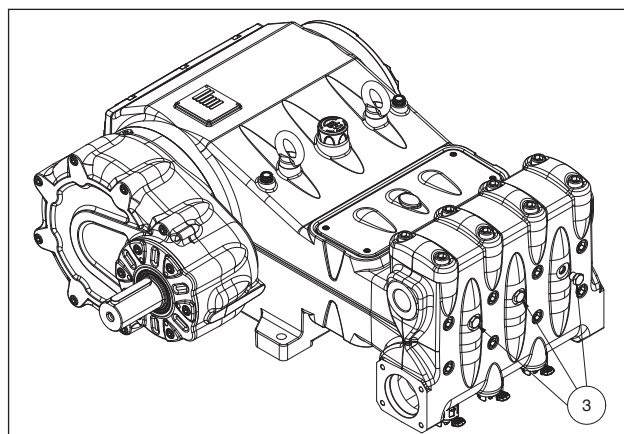

Fig. 11
Qualora si verificassero problemi di adescamento a causa di una insufficiente alimentazione è possibile intervenire rimuovendo i tre tappi frontali alla testata (esclusa la versione MK240) come indicato in pos. ③ Fig. 11.